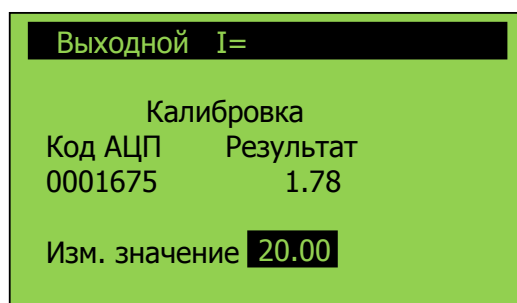

Рисунок 34 – Внешний вид окна «Выходной I = / Калибровка»
3.5.7.8 Плавным вращением рукоятки регулятора напряжения по часовой стрелке установить по показаниям измерителя переменного тока (РА1) значение силы переменного тока на выходе Аппарата равное приведенному значению (мигающему) в окне «Выходной I = / Калибровка» в строке «Изм. значение» (см. рисунок 34).